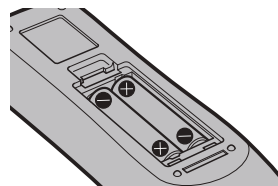

Рис. 2
- 2) Вставьте батареи и закройте крышку (сначала вставляйте сторону ) (Рис. 2)